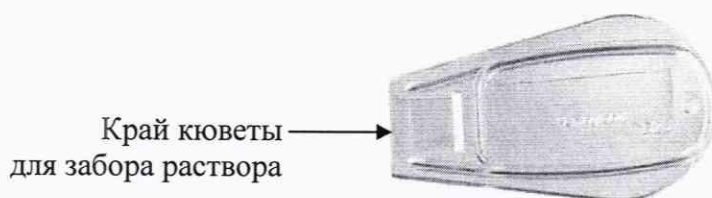

Рисунок 2 – Кювета CompoLab TM
- вставить в держатель кювет анализатора кювету №1 краем, наполненным с раствором №1 (рисунок 2), до упора; не отпуская, дождаться звукового сигнала анализатора;